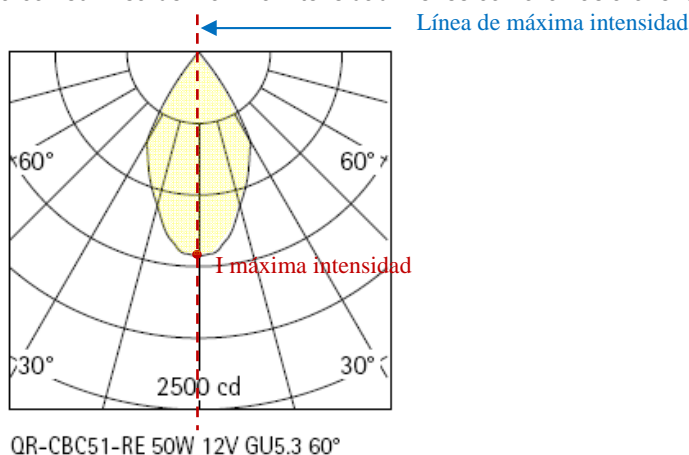

Fig 8. Intensidad máxima en la curva de distribución luminosa
Paso 1: Entra con una línea recta buscando el punto donde la línea de máxima intensidad corta a la curva de distribución luminosa *Fig. 8.*